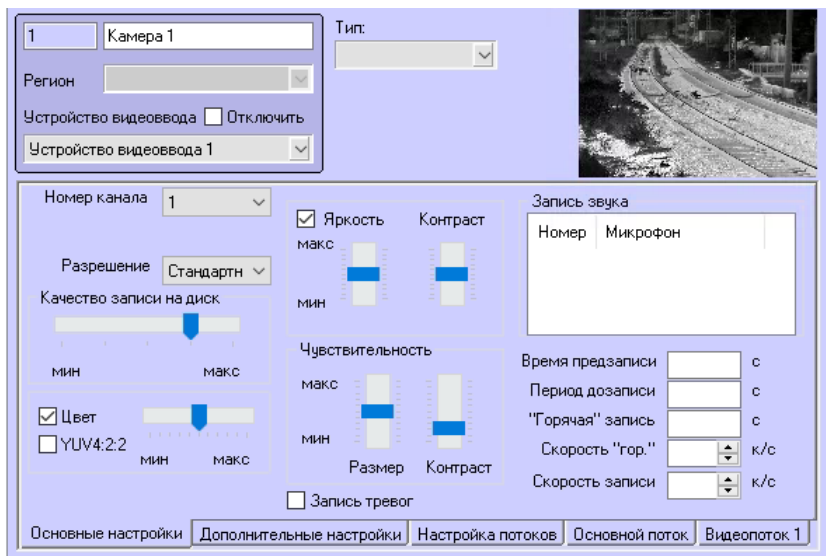

Рисунок 17 – Основные настройки камеры
- 2.1. Во вкладке «**Основные настройки**» (Рисунок 17) в поле «**Номер канала**» указать нужный канал (1 – тепловизор, 2 – камера);